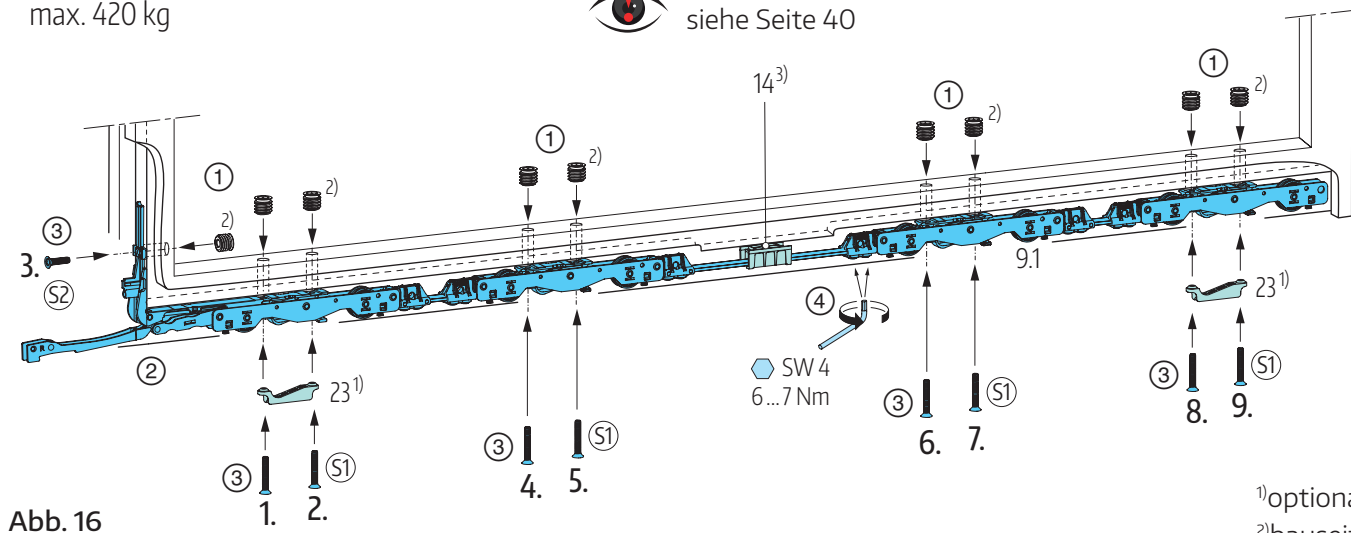

Abb. 16
### Einsetzen der Laufwageneinheit in den Schiebeflügel, Abb. 16
- ② Die gesamte Laufwageneinheit in die Beschlagaufnahmenut des Schiebeflügels einsetzen und ③ mit Schrauben S1, S2 (siehe Tabelle) in den RAMPA Gewindemuffen mit 4,5 ... 6 Nm verschrauben. **Beachten Sie hierbei unbedingt die Schraubreihenfolge**, welche Sie nach den Nummerierungen gemäß der **Abb. 16** durchführen.